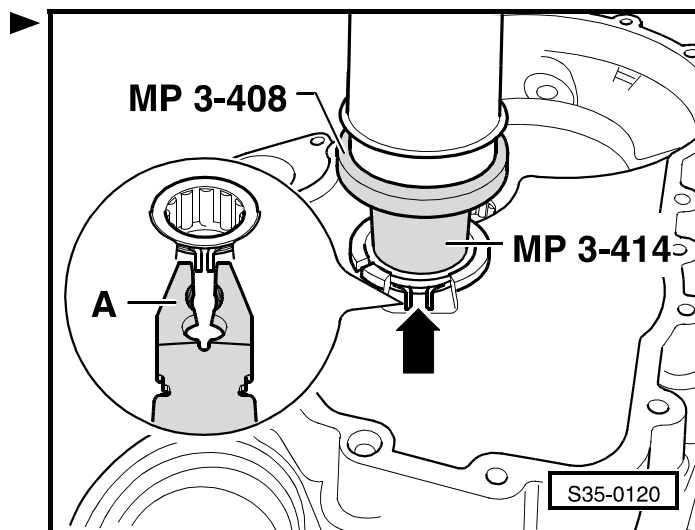

Рис. 3: Выпрессовывание кронштейна подшипника и радиального шарикоподшипника
- выпрессовать вместе с кронштейном подшипника/радиального шарикоподшипника ⇒ Рис. 3 в **35-1** страница 4
- выпрессовывание ⇒ Рис. 3 в **35-1** страница 4